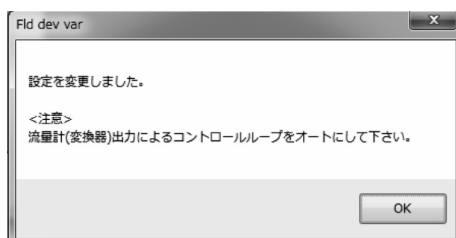

図29
- ⑧ 「OK」をクリックし、入力した設定値に変更されると、メッセージボックス(図29)が表示されますので、「OK」ボタンをクリックすれば設定は終了です。